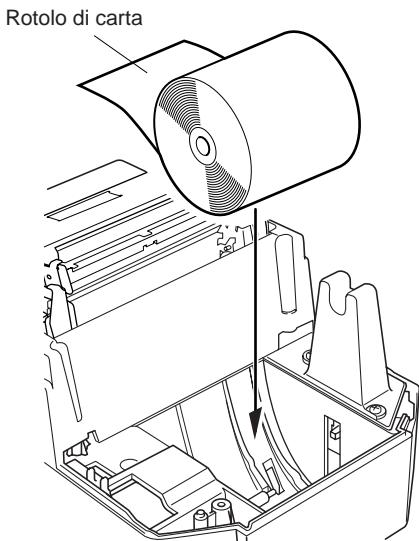

Fig. 6-13 Inserimento della carta
- ① Sollevare il coperchio di 3 cm circa. Tenere il coperchio inclinato a questa angolazione e tirarlo verso di sè per rimuoverlo.
- ② Tagliare perpendicolarmente l'estremità iniziale della carta del rotolo.
- ③ Verificare che la stampante sia accesa.
- ④ Osservando l'orientamento del rotolo, collocare il rotolo di carta nel vano come mostrato in Fig.6-13.